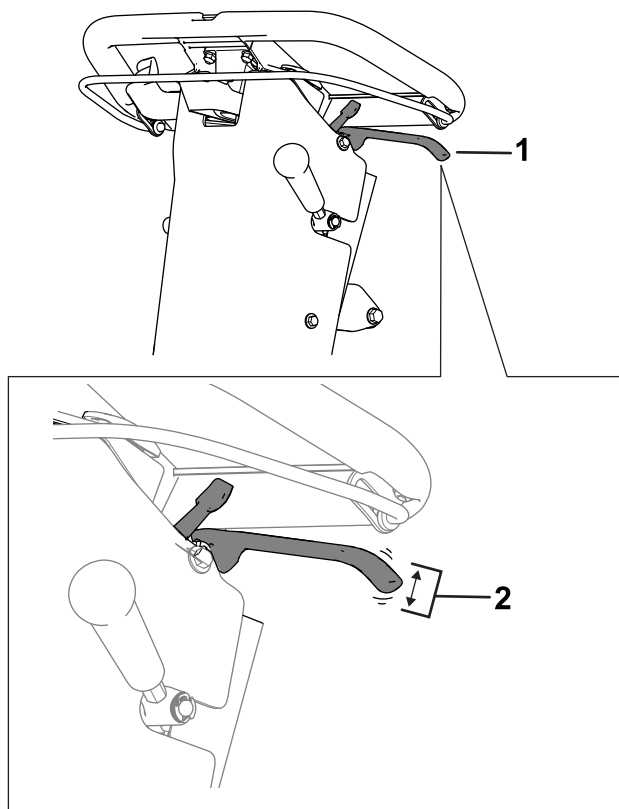

Figura 36
2. Meça a folga no fim do cabo do travão de estacionamento (Figura 36).